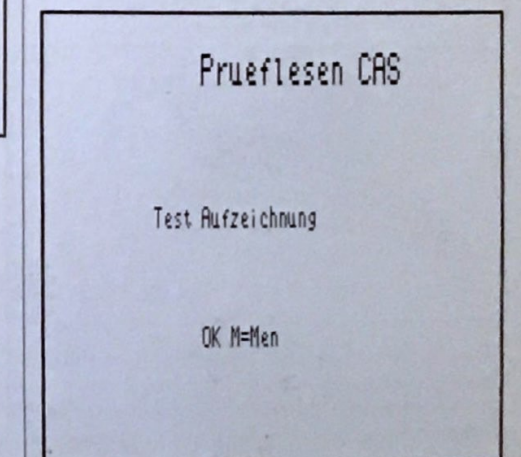

Bild 13. Das Bild zeigt einen gelungenen Test an
- Bild 13 zeigt, wie es aussehen soll, wenn die Daten erfolgreich geladen wurden.